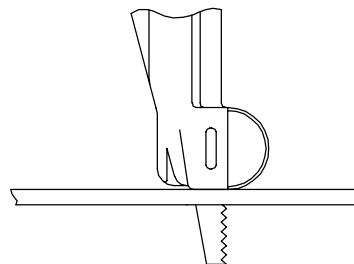

Figure 3 (Plan TPD1194)
4. Pour la coupe d'un métal à partir d'une arête, tenir la scie comme indiqué à la Figure 3 et maintenir le guide de sciage fermement appliqué contre la pièce pour éviter les vibrations du métal et le broutement de la lame. Pour effectuer une coupe directe dans du métal, réaliser tout d'abord un trou de départ avec un burin ou un foret.